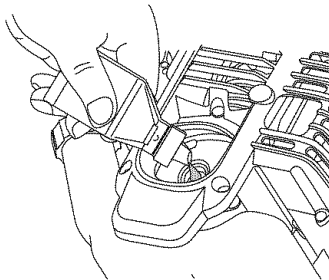

Fig. 5
4. Vierta todo el contenido de la botella de aceite en el cigüeñal (Fig. 5).